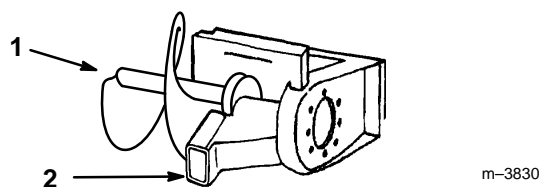

Figure 4
3. Retirer le boulon de fixation de la tarière d'évacuation, et déposer la tarière (Fig. 4).
4. Déposer la clé placée sur le côté de la chambre de réglage (Fig. 4).